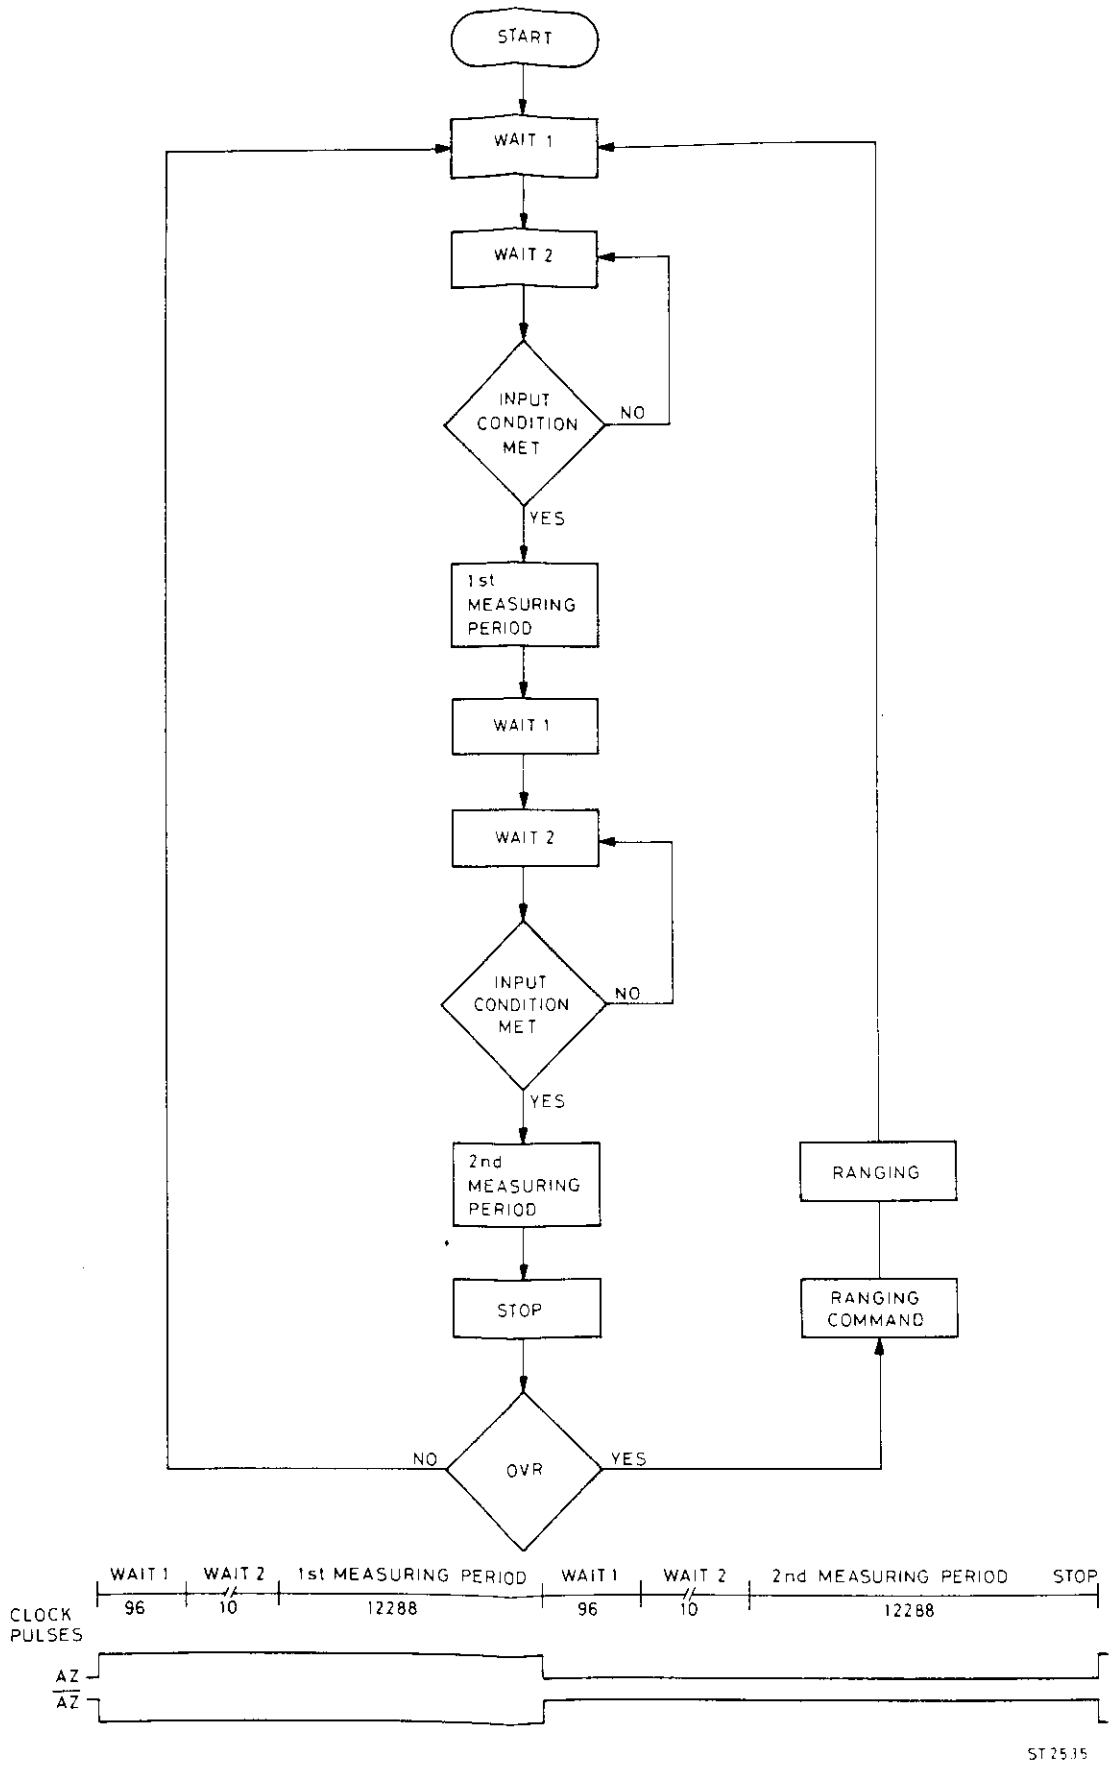

Fig. 23.
3.3.4.2. Control logic (Fig. 23)